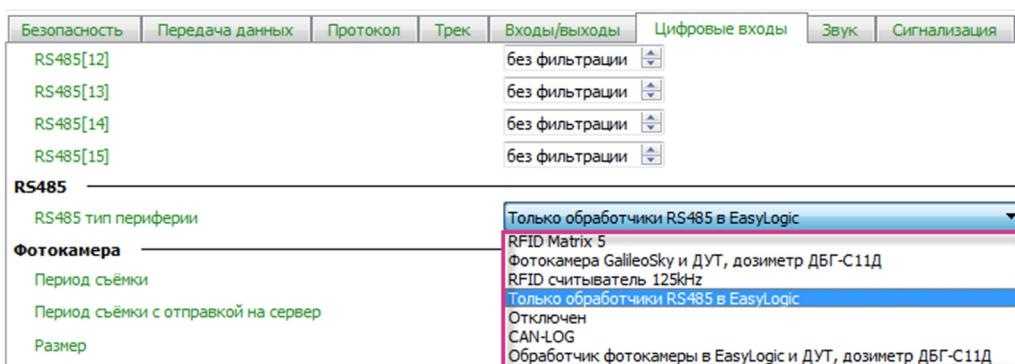

Рис. 4
- Перейдите на вкладку «Настройки» → «Цифровые входы» и выберите тип периферии для порта RS485: «Только обработка RS485 в алгоритмах» (Рис. 4).